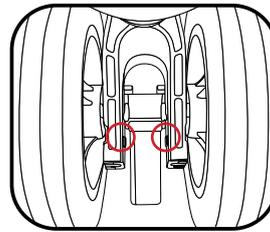

Fig 3
3. Su entrambi i lati dell'alloggiamento sono presenti due piccoli quadranti metallici che servono a riallineare la ruota (fig. 3).